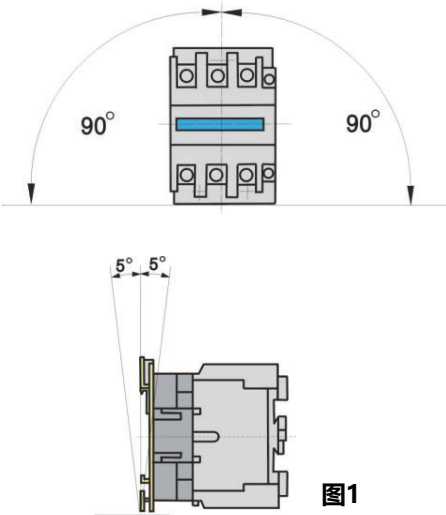

图1
- 7、产品垂直安装，安装面与垂直面的倾斜度不大于± 5°（见图 1）。